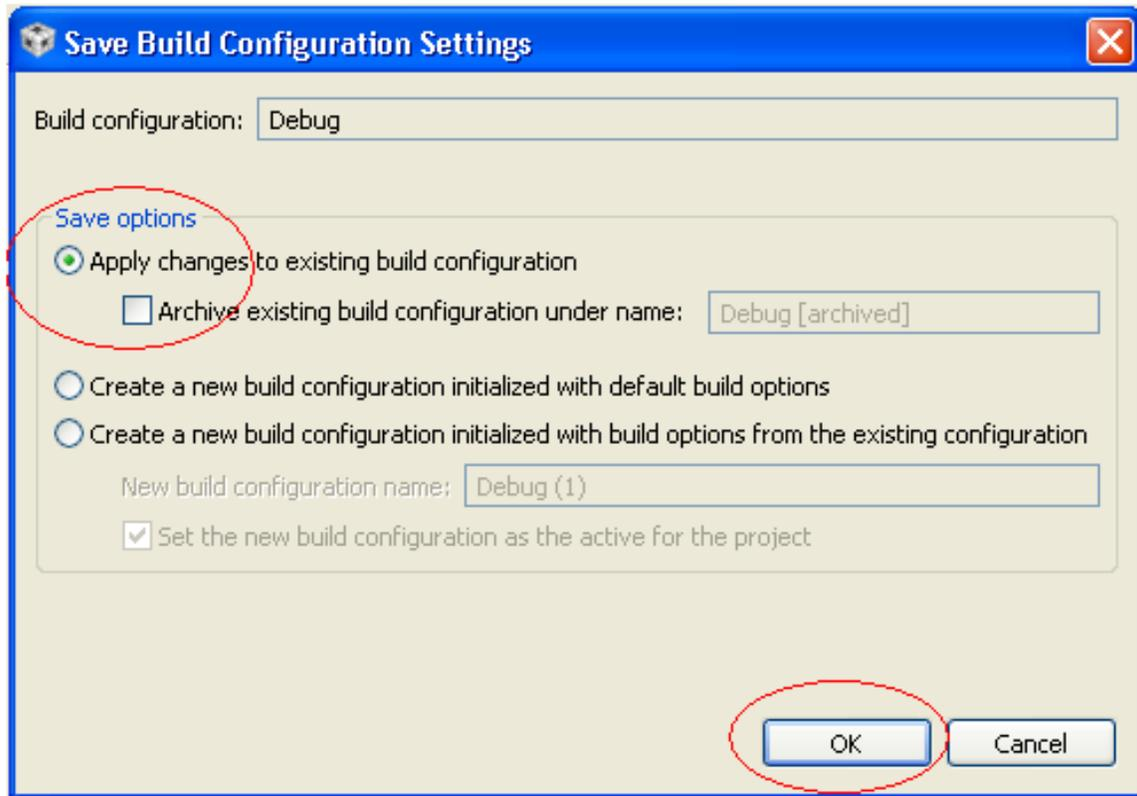

图 24. 保存 Build Configuration Settings
5. Build Configuration Settings 窗口将出现 → 如图 24 中所示选择选项 → 单击 OK 按钮。